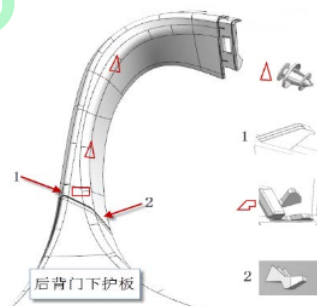

图 10-2-1 左/右护板拆卸示意图
- (1) 首选将后背门上护板拆卸（参照 10.1 后背门上护板的拆卸方法）；
- (2) 如图 10-2-1，用手将板类卡扣（2 个）从